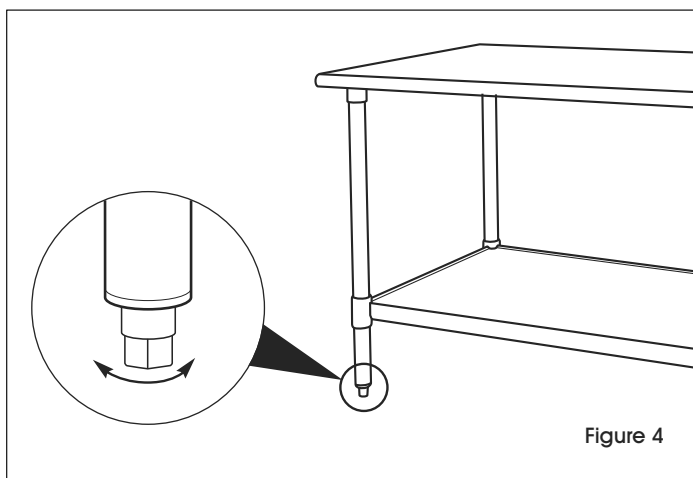

Figure 4
3. Utilisez les pieds de nivellement pour mettre la table de niveau. Les pieds de nivellement peuvent être surélevés d'environ 2.5 cm (1 po). (Voir Figure 4)